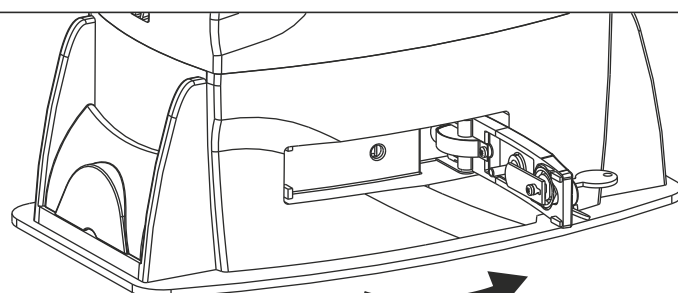

Fig. 27
- Tirar la palanca de desbloqueo hasta el golpe, 90° alrededor (Fig. 27)